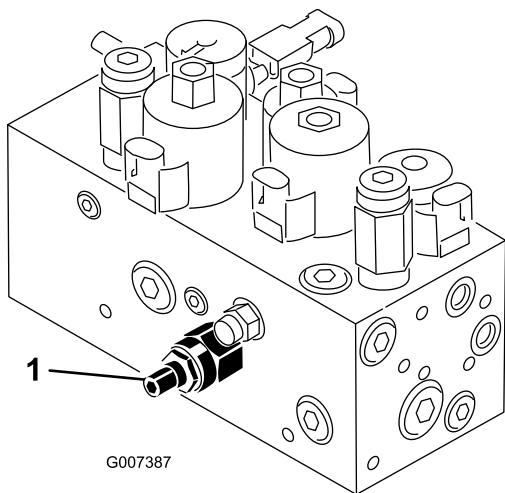

Рисунок 48
Гидравлический контур подъема/опускания режущих блоков оснащен клапаном регулирования расхода (Рисунок 48). Клапан настроен на заводе-изготовителе, но может потребоваться регулировка для компенсации различий в температурах гидравлического масла, скоростей сканирования, в навесных орудиях и т.п. В случае необходимости регулировка производится следующим образом.
1. Поднимите сиденье и найдите клапан регулирования расхода (Рисунок 48), расположенный на боковой стороне гидравлического коллектора.